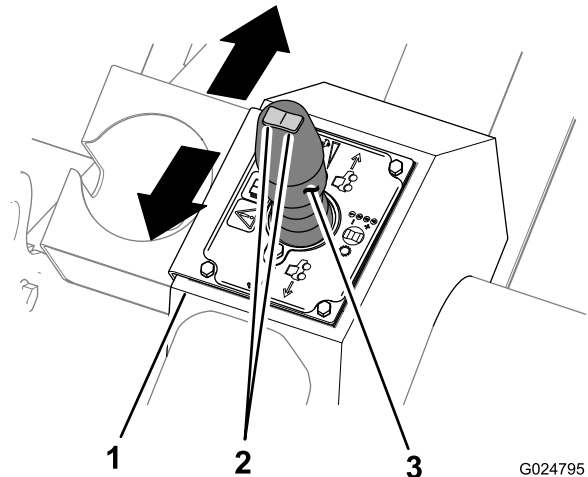

Bild 14
Mit dem Joystick für den Nutzgeräteantrieb ändern Sie beim Grabenziehen, Pflügen oder Bohren die Fahrtrichtung und Geschwindigkeit der Maschine (**Bild 14**). Je mehr Sie den
- Bewegen Sie den Joystick für den Nutzgeräteantrieb nach vorne, um die Maschine vorwärts zu bewegen (**Bild 14**).
- Bewegen Sie den Joystick für den Nutzgeräteantrieb nach hinten, um die Maschine rückwärts zu bewegen (**Bild 14**).
- Stellen Sie den Joystick für den Antrieb in die mittlere (neutrale) Stellung, um die Maschine anzuhalten (**Bild 14**).
Der Schalter für die Gangauswahl befindet sich oben am Joystick für den Nutzgeräteantrieb (**Bild 14**). Sie wählen mit ihm den Gang aus.